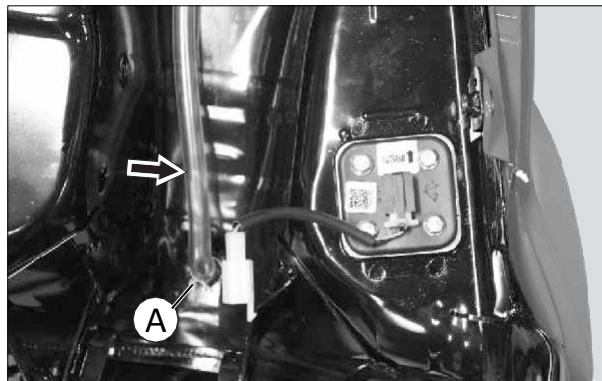

Fig.4.5
- Desconecte la manguera de drenado, desacoplando la abrazadera (A). (Fig. 4.5)